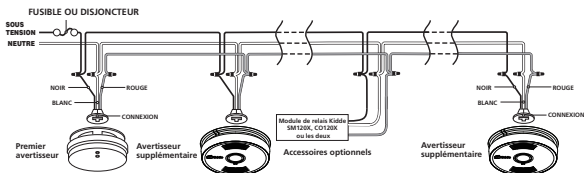

FIGURE 2
- La figure 2 ci-dessous illustre comment le câblage d'interconnexion fonctionne. Une mauvaise connexion risque d'endommager l'avertisseur, d'empêcher le système de fonctionner ou de causer des chocs électriques.